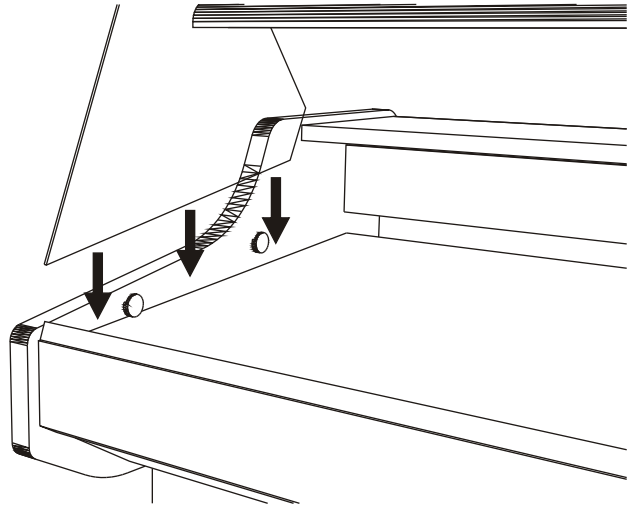

Bild 1
1. Seitenscheiben in die Führung einstecken (Bild 1)